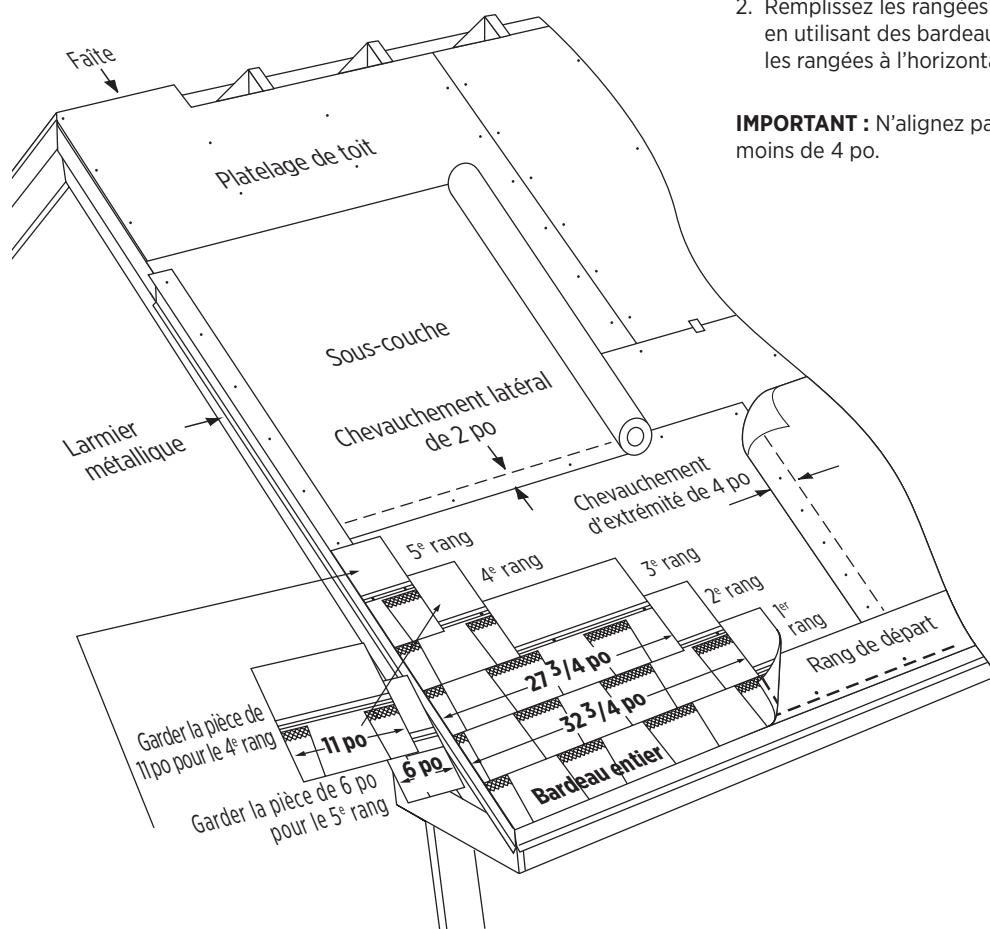

Figure 11-7 : Pose des 5 premières rangées de Landmark.
**1ÈRE RANGÉE :** Posez un bardeau entier sur le coin inférieur gauche du toit. Alignez le bord inférieur et le côté gauche du bardeau sur ceux de la rangée de départ (Figure 11-7).